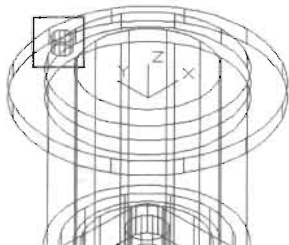

图 14-156
(5) 单击“建模”工具栏中的“圆柱体”按钮 , 绘制一个圆柱体，如图 14-156 所示，命令执行过程如下。